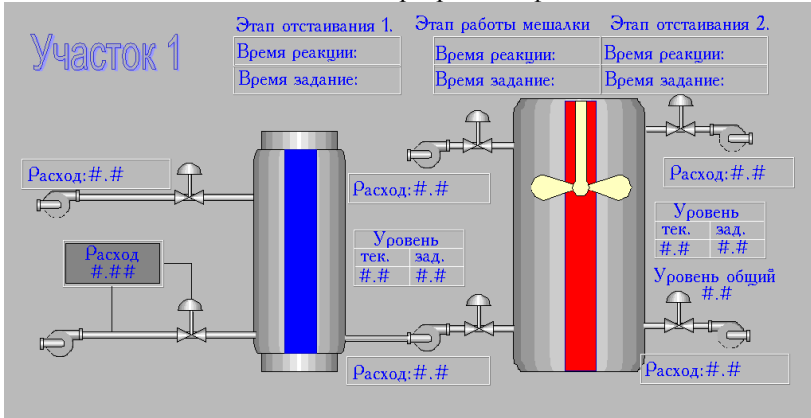

Рис. 17. Внешний вид учебного пособия.
1. Используя кнопочные панели WindowMaker и библиотеку Wizards, в окне Main создать учебный объект визуализации InTouch по аналогии с представленным на рис.17. Внешний вид объекта и расположение элементов могут варьироваться по усмотрению обучающего.